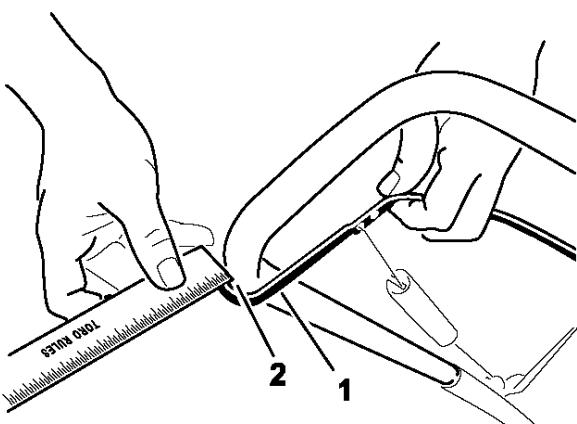

Рисунок 21
Отодвиньте рычаг управления, чтобы ослабить трос управления (Рис. 21)
Уточнение: Убедитесь, что между рычагом управления и рукояткой есть зазор 2-3 мм (Рис. 21)
2. Переместите Z-муфту в верхнее или нижнее отверстие на регулировочном звене, чтобы образовался зазор в 2-3 мм между рычагом управления и рукояткой. (Рис.21)